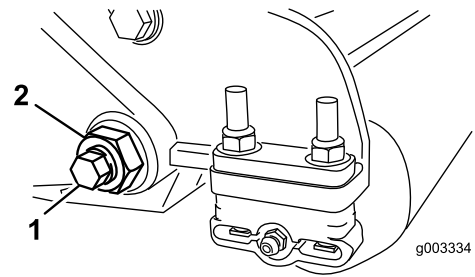
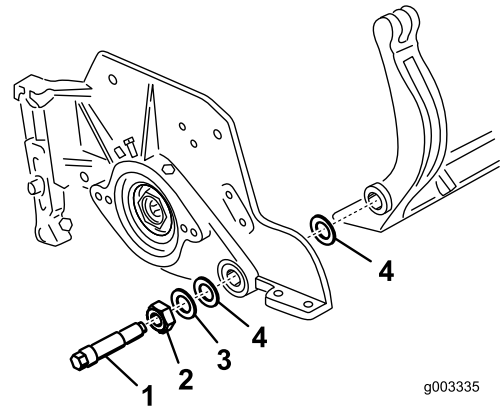

图 30
图 31
3. 在机器的另一侧松开固定底刀架螺栓 图 30 的锁紧螺母。
4. 拆下两个底刀架螺栓向下拉动底刀架并从机器螺栓 图 30 上拆下来。取下底刀架 图 31 两端的 2 个尼龙垫圈和 1 个冲压钢垫圈。
4. 在两个尼龙垫圈的外侧各放一个钢垫圈 图 31。